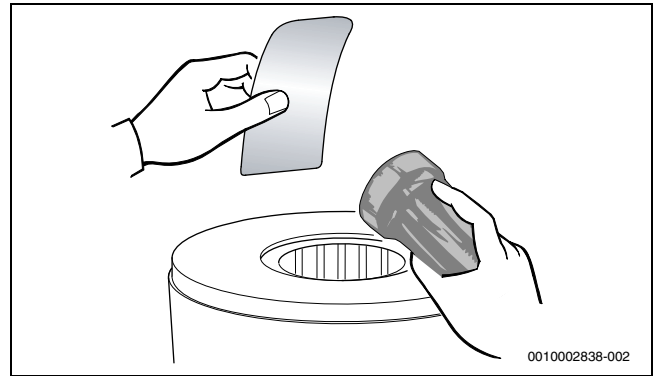

Bild 23 Wärmeblock auf Rückstände prüfen
- ▶ Wärmeblock erneut auf Rückstände prüfen (→ Bild 23).